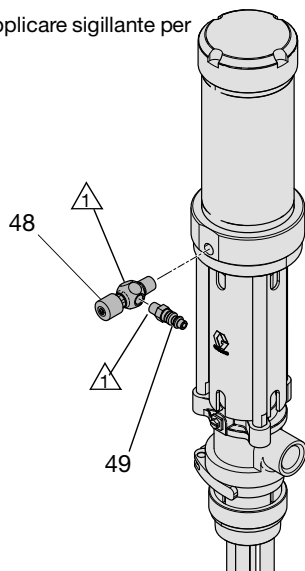

FIG. 4
1. Applicare sigillante per filettature sulle filettature maschio della valvola a spillo dell'aria (48) e sul raccordo a sgancio rapido (49) e installare. Vedere FIG. 4